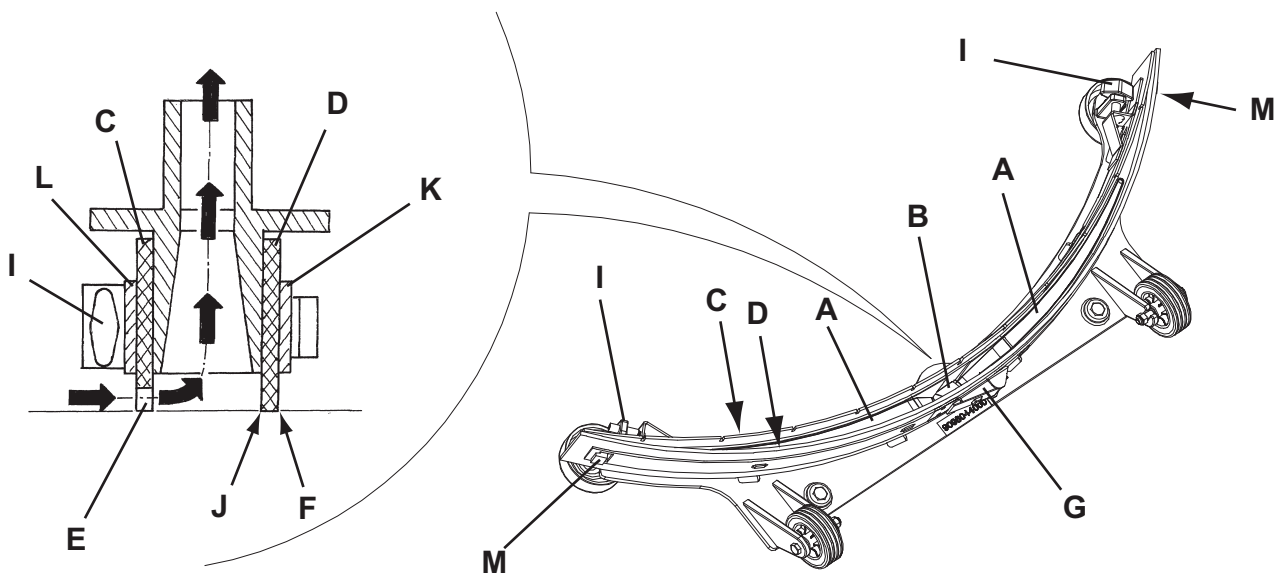

Abbildung 5
1. Die Sauglippe (Abb. 5) reinigen, und dabei wie angegeben im vorhergehenden Abschnitt vorgehen.
2. Überprüfen, ob die Fugenkante (E, Abb. 5) des vorderen (C) und die Fugenkante (F) des hinteren Gummis (D) gleichzeitig in ihrer gesamten Länge auf dem Fußboden aufsitzen. Andernfalls Höhe wie folgt einstellen:
- Zugstange (G) entfernen, Haltevorrichtungen (M) lösen und hinteren Gummi (D) einstellen. Haltevorrichtungen einrasten und Zugstange einbauen.
- Sterngriffe (I) lösen und vorderen Gummi (C) einstellen. Sterngriffe wieder festdrehen.
3. Überprüfen, ob der vordere (C) und der hintere Gummi (D) unversehrt sind und keine Schnitten oder Risse aufweisen, gegebenenfalls wie folgt austauschen. Überprüfen, ob die Vorderkante (J) des hinteren Gummis verschlissen ist. Gegebenenfalls Gummi umdrehen und eine der drei unversehrten Kanten als Vorderkante verwenden. Sind auch die anderen drei Kanten abgenutzt, Gummi wie folgt austauschen:
- Zugstange (G) entfernen, Haltevorrichtungen (M) lösen, Haltestreifen (K) abnehmen und hinteren Gummi (D) umdrehen/austauschen. Gummi in umgekehrter Reihenfolge einbauen.
- Sterngriffe (I) aufdrehen, Haltestreifen (L) abnehmen und vorderen Gummi (C) austauschen. Gummi in umgekehrter Reihenfolge einbauen.
4. Ansaugrohr (15) an die Sauglippe anschließen.
5. Sauglippe (25) montieren und Sterngriffe (26) festdrehen.
6. Falls erforderlich, Sterngriff Sauglippeneinstellung (27) einstellen.